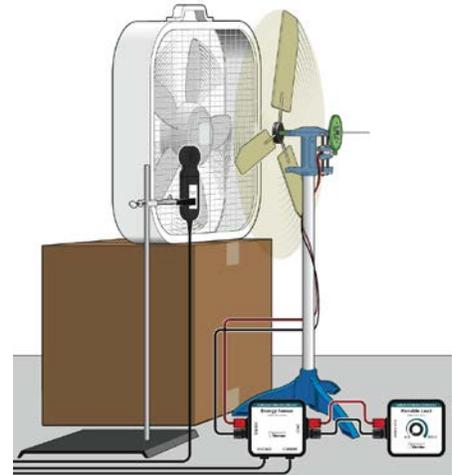

Figura 3
- e. Coloquen el equipo como se muestra en la Figura 3. Alineen el centro del ventilador con el centro del rotor de la turbina de viento. Midan la distancia entre el ventilador y el rotor de la turbina y asegúrese de que la distancia se mantiene constante durante todo el experimento.